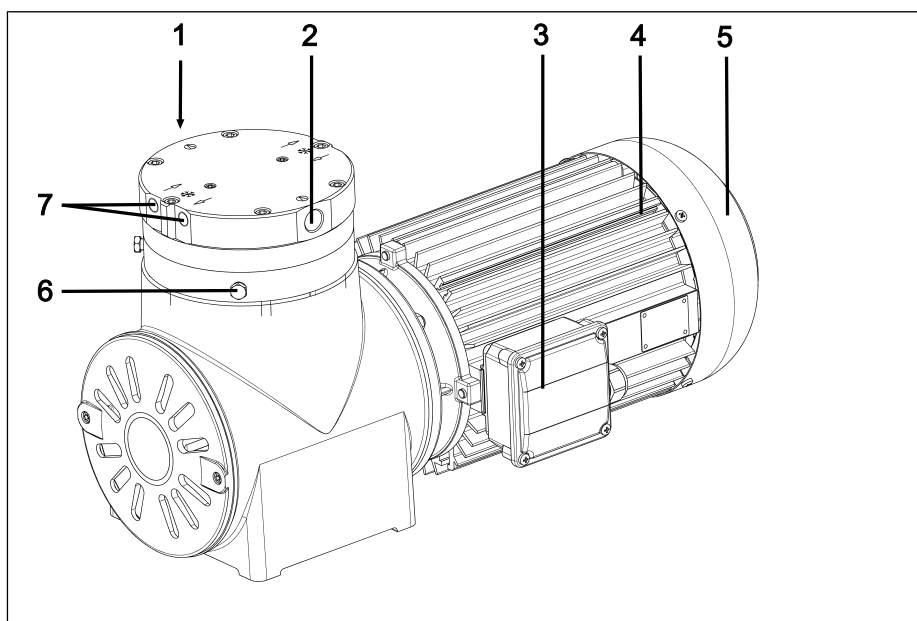

Abb.1 Membranpumpe N1200.12
2. Befestigen Sie den Tragegurt zwischen Kompressorgehäuse und Motor (Abb. 1, siehe Abb. 5).